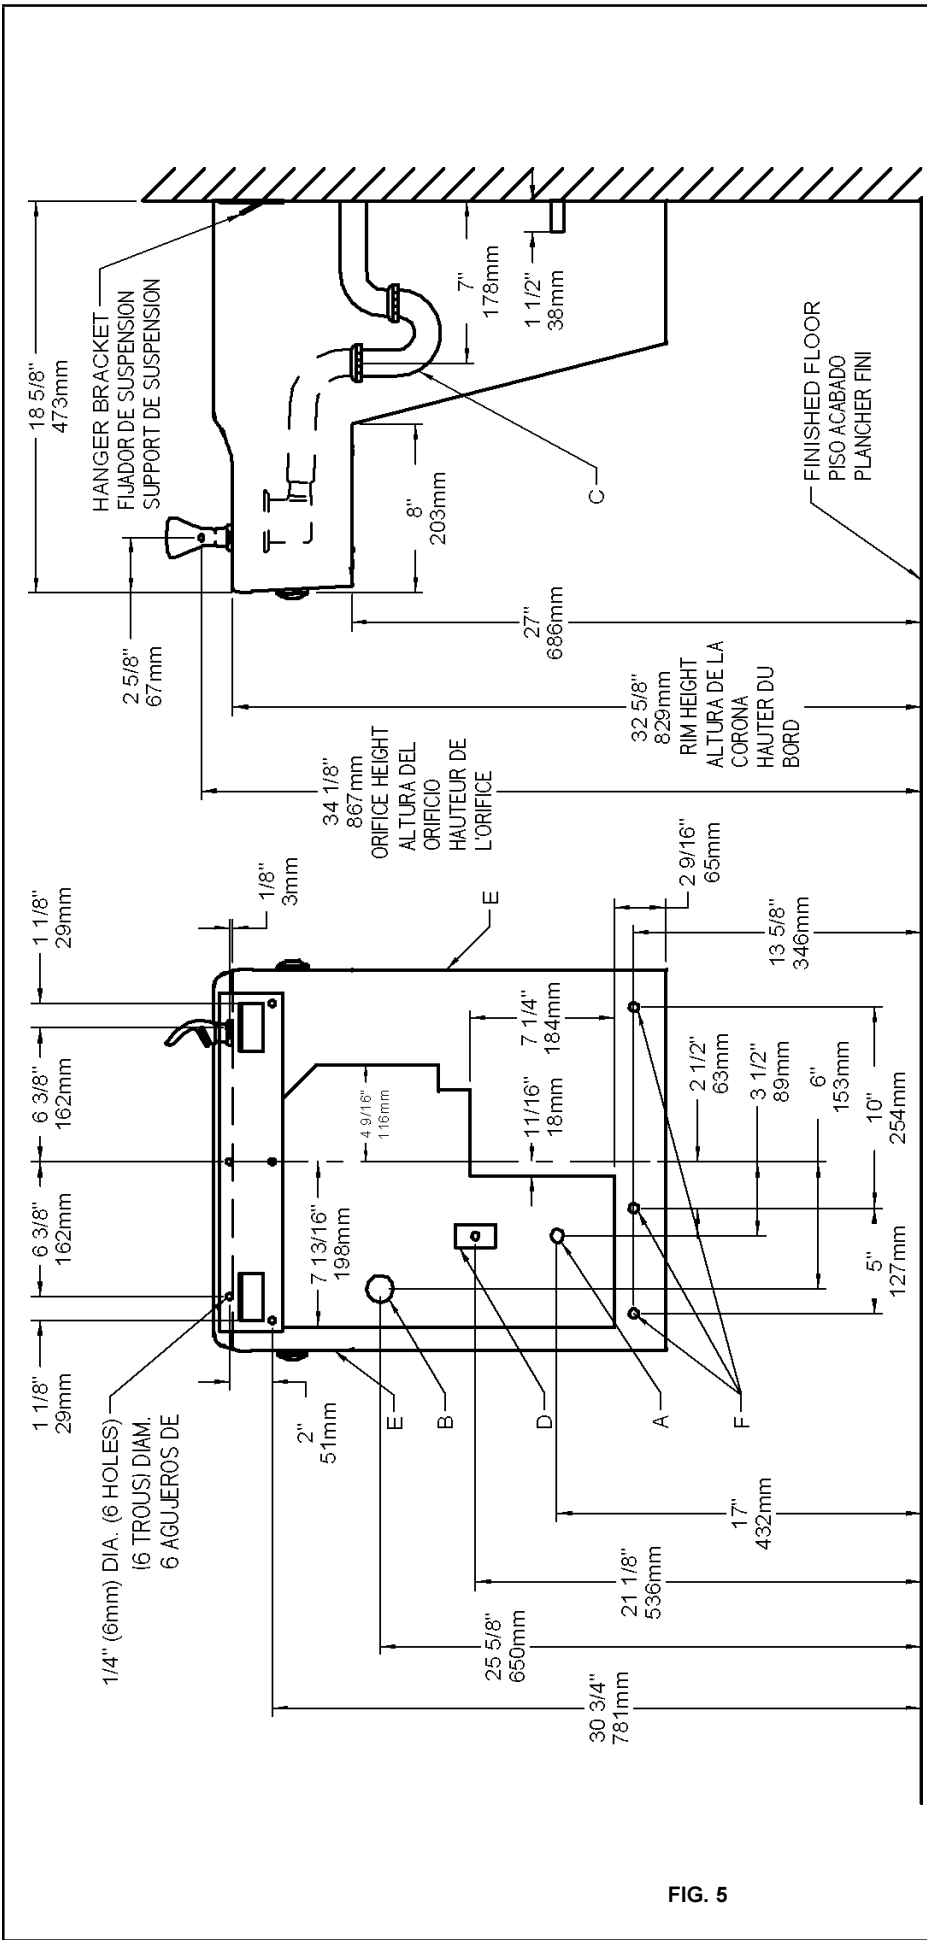

FIG. 5
- 1) Remove hanger bracket fastened to back of cooler by removing one (1) screw.
- 2) Mount the hanger bracket and trap as shown in Figure 5.
- Anchor hanger securely to wall using all six (6) 1/4 in. dia. mounting holes.
- 1) Quite el fijador de suspensión sujetados a la parte posterior del enfriador quitando un (1) tornillo.
- 2) Monte el fijador de suspensión y quite el purgador como se muestra en la Fig.5.
- Ancle el suspensor de forma segura a la pared usando todos los seis (6) agujeros de montaje de 1/4" de diámetro.
- 1) Retirez le support de suspension à l'arrière du refroidisseur en enlevant une (1) vis.
- 2) Installez le support et le siphon tel qu'indiqué à la fig. 5.
- Ancrez solidement le support au mur à l'aide des six (6) trous de fixation d'un diam. 1/4 po.